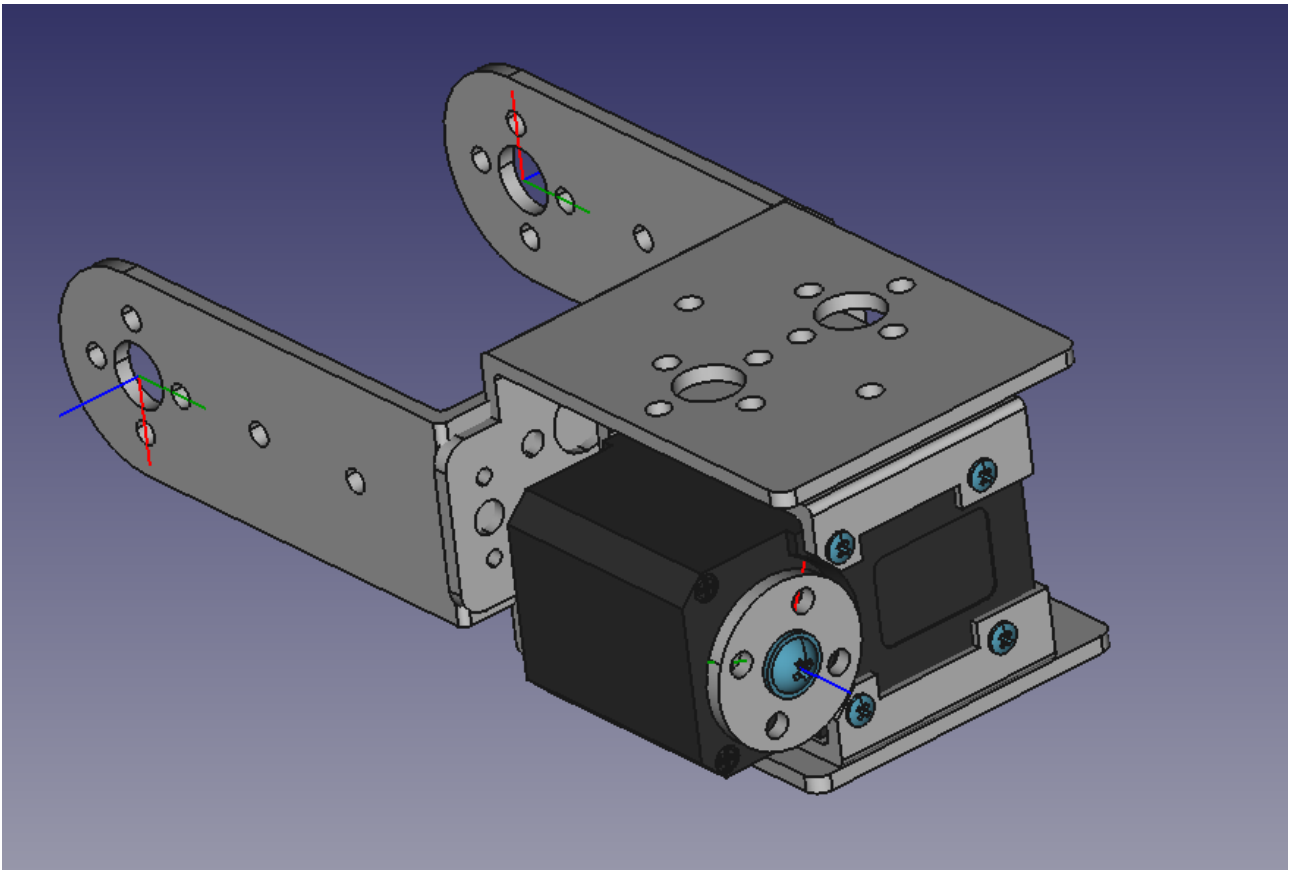

Рис.21. Звено A4_link
9. Отключить визуализацию всех LCS сборки A4_link, кроме LCS_Rotor (Box_A5), LCS_1 (Linker) и LCS_2 (Linker) для исключения загромождения картинки сборки A4_link. Сборка звена A4_link представлена на Рис.21.